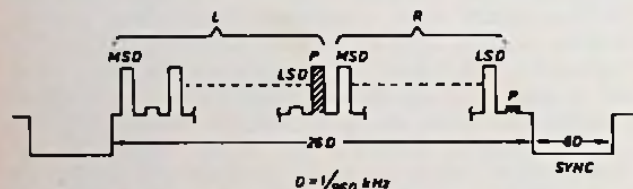

Fig. 3. Compleet PCM signaal.
1. Signaaloverdracht	Fig. 3
Omdat men is aangewezen op een magnetoscoop, zal men, bij het stellen van eisen aan de golfvorm van het signaal, ongeveer terecht komen bij een TV-signaal. Op grond daarvan zijn de klokfrequentie en de sampling frequentie resp. op 960 kHz en 30 kHz gesteld. Zesentwintig positieve impulsen, bestaande uit geluid- en controle-bits beslaan een periode van 26 D ($D = 1/960$ kHz) en de resterende impulsbreedte van 6 D wordt door de negatieve synchronisatie-impulsen in beslag genomen (fig. 3).
Het uitgangssignaal van de D-A omzetter wordt telkens op een nauwkeurig bepaald tijdstip m.b.v. de decisionpuls bij het uiteindelijke signaal gevoegd, vervolgens gecombineerd met de synchronisatie- en de controlebits en daarmee is een compleet PCM-signaal tot stand gekomen, zoals afgebeeld in fig. 3.